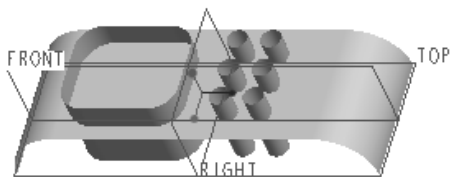
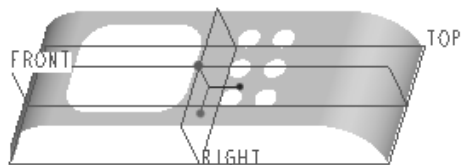

图 5-203 创建曲面
图 5-204 修剪曲面
(16) 上机练习：首先创建图 5-203 所示的两个拉伸曲面，具体尺寸自定；接着执行“修剪”工具命令来修剪曲面，完成效果如图 5-204 所示。